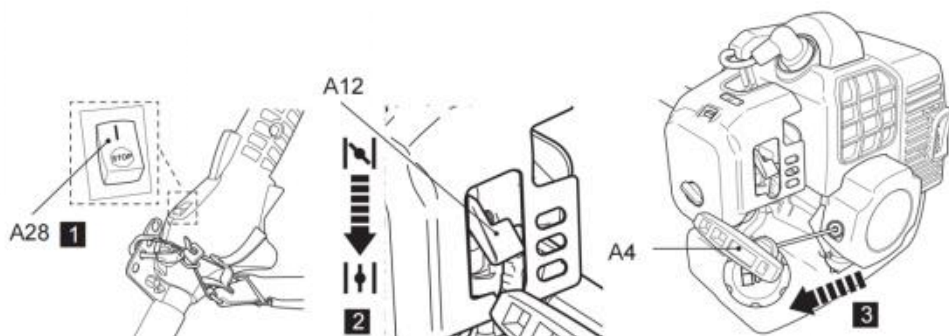

Fig. 40
5. Trek lichtjes aan de terugslagstarterhendel (A4) tot u weerstand voelt en trek er dan snel aan. Herhaal dit totdat de motor start (Fig. 40).